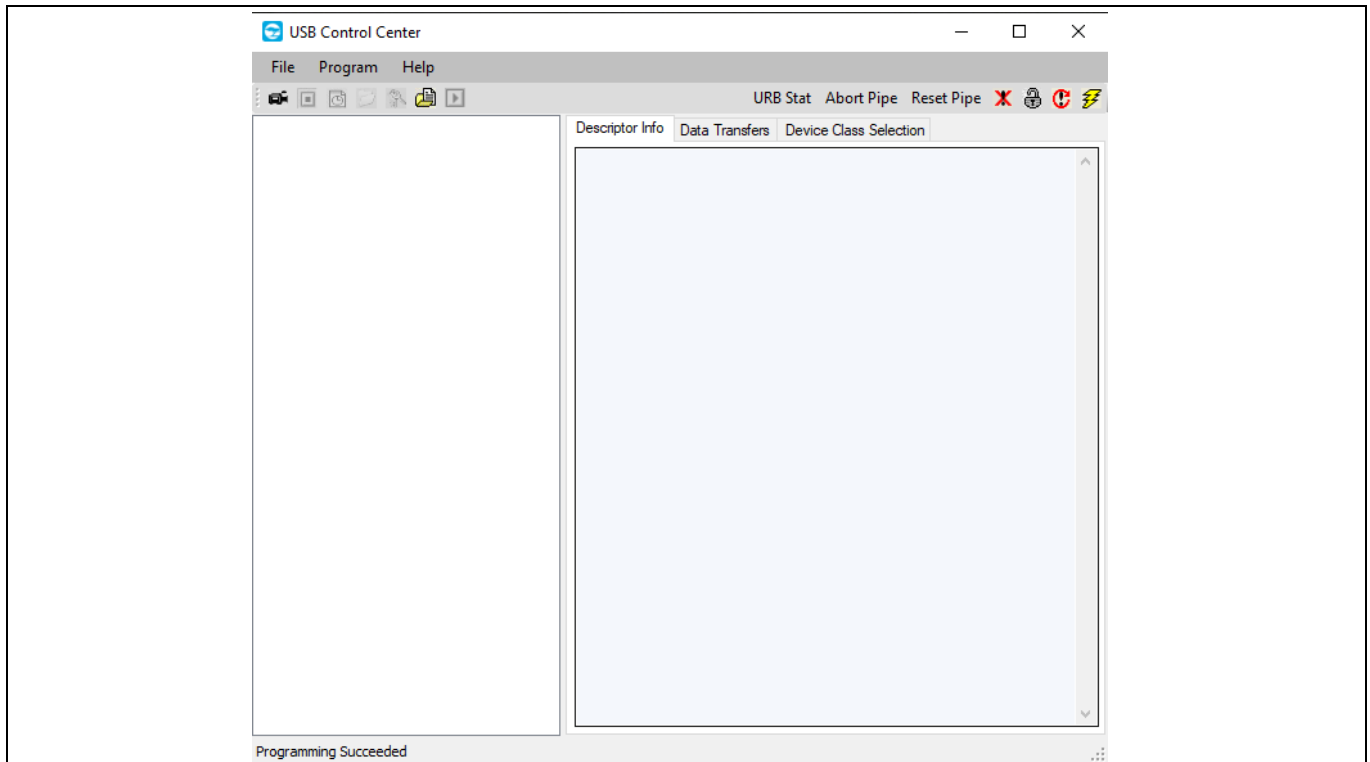

Figure 60 ステータスバーに表示されるプログラミング成功メッセージ
- c) Control Center アプリケーションは、ステータスバーにプログラミングのステータスを表示します。プログラミングが成功すると、デバイスは UVC クラスデバイスとして列挙されるため、コントロールセンターのデバイスリストからも消えます。デバイスは、Windows デバイスマネージャーの Cameras または Imaging Devices タイプで確認できます (Figure 60)。